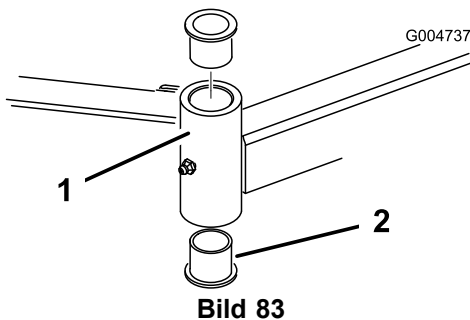

Bild 83
4. Stecken Sie einen Dorn oben oder unten in das Befestigungsrohr und treiben die BÜchen heraus (Bild 83). Treiben Sie dann die andere BÜche aus dem Rohr heraus. Reinigen Sie die Innenseite der Rohre.